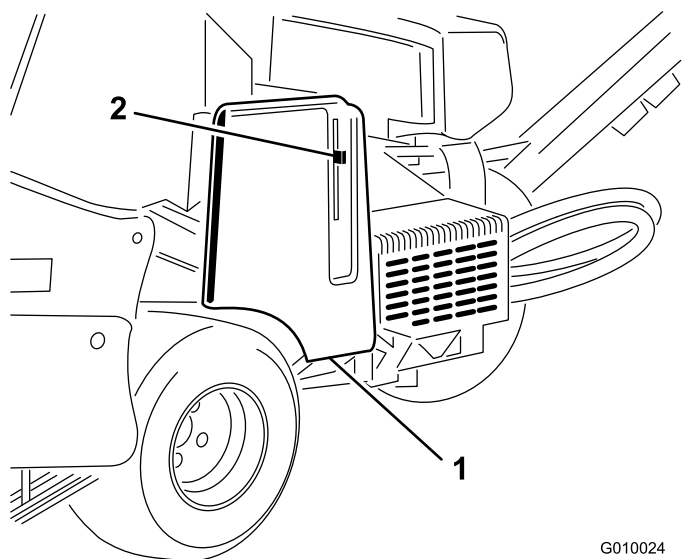
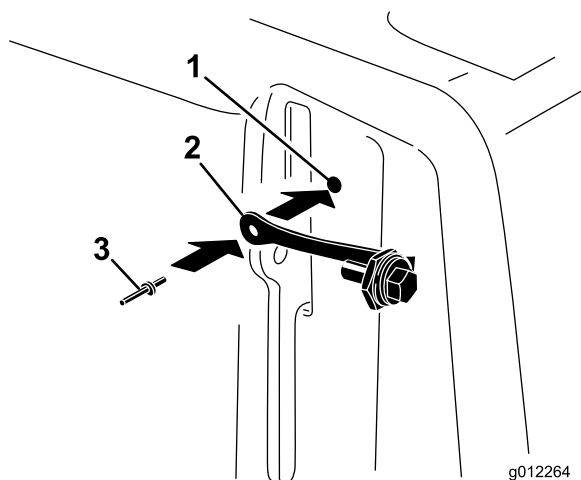

図 8
図 9
1. ラッチカバーの隣にあるベルトカバーの穴を探す 図 8 および 図 9。
2. ベルトカバーの穴を使って、ポップリベットのついたストラップを取り付ける 図 9。